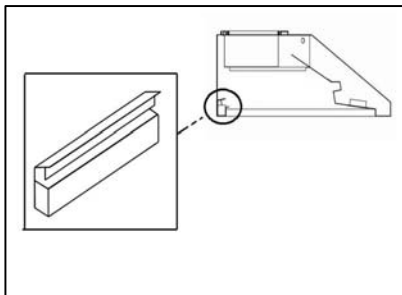

Figura 30
1. Coloque el conducto de aceite. Consulte la Figura 30.